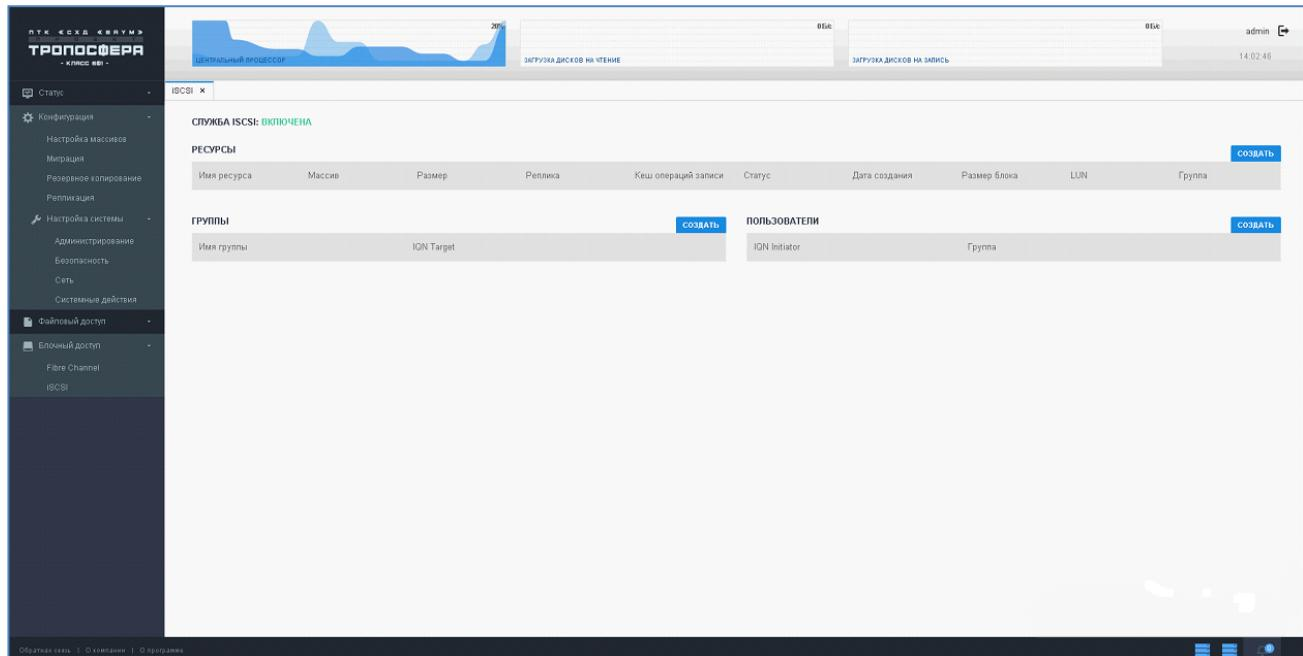

Рисунок 27 - Виртуальный диск по протоколу iSCSI
- Создайте «Группу» или «Пользователя», которым будет доступен новый виртуальный диск, нажав на кнопку «Создать», расположенную выше соответствующих областей (Рисунок 27).
- Нажмите на кнопку «Создать», расположенную выше над областью «Ресурсы» (Рисунок 27).